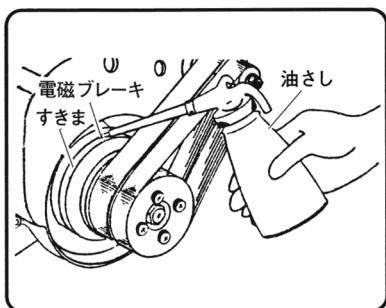

図 42
- 電磁ブレーキが磨耗すると、木材が抜け出る場合があります。定期的に図42の電磁ブレーキの回転部と固定部のすきまを点検してください。